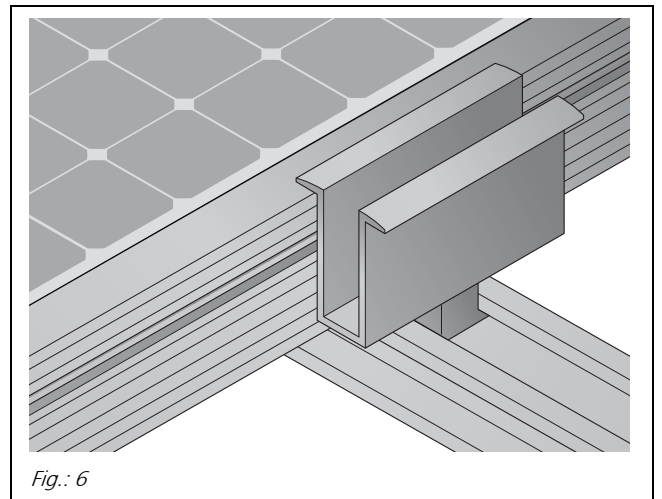

Fig.: 6
- ➔ Lors du montage avec une pince de module standard, s'assurer que celle-ci a une longueur d'au moins 50 mm et convient pour les cadre de module d'une hauteur de 35 mm (voir Fig. 6).